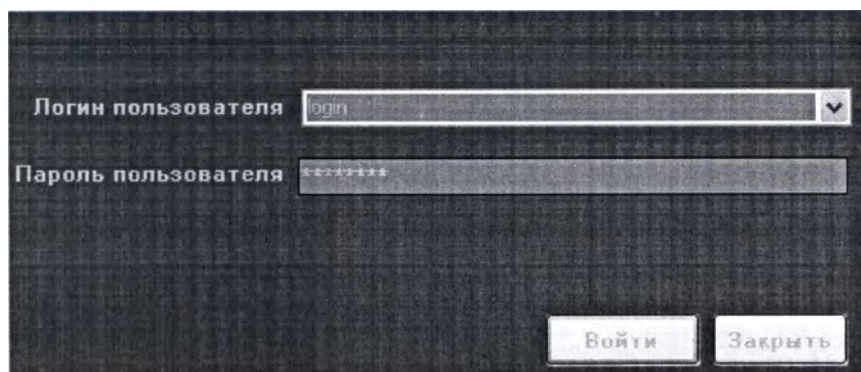

Рисунок 4.3 – Окно авторизации пользователя
В окне авторизации содержатся поля для ввода имени и пароля учетной записи пользователя. Поле «Логин пользователя» помимо ввода данных с клавиатуры поддерживает также выбор имени пользователя из выпадающего списка, который содержит имена всех зарегистрированных пользователей (см. Рисунок 4.3).
2. В поле «Пароль» введите пароль пользователя. В целях обеспечения безопасности символы пароля в окне не печатаются, а заменяются знаками «*» (см. Рисунок 4.3).
1. Нажмите на кнопку закрытия окна программы . Программа выведет на экран окно авторизации (см. Рисунок 4.3).